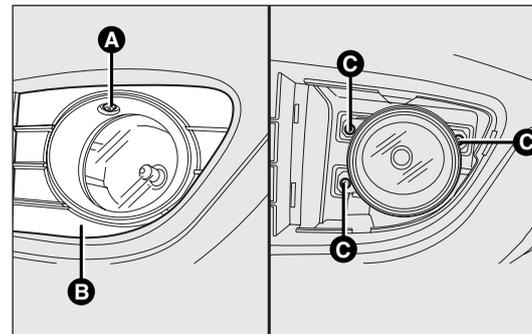

fig. 167
- dévisser la vis A-fig. 167 et extraire la masque de protection B ;